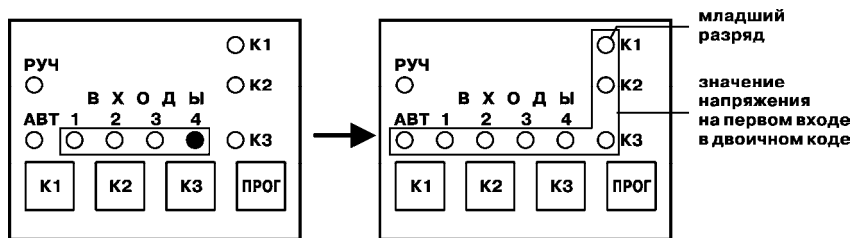

Рисунок 6.2
6.1.2.3. Подать на прибор питание 220 В 50 Гц. На передней панели прибора на 1 сек засветится светодиод "4", подтверждающий, что прибор работает в режиме измерения напряжения на входах. Затем на индикаторах появится значение напряжения на первом входе. Значение от 0 до 255 выдается в двоичном коде на индикаторы: "К1", "К2", "К3", "ВХОДЫ 4, 3, 2, 1", "АВТ", младший разряд на – "К1" (рисунок 6.2).